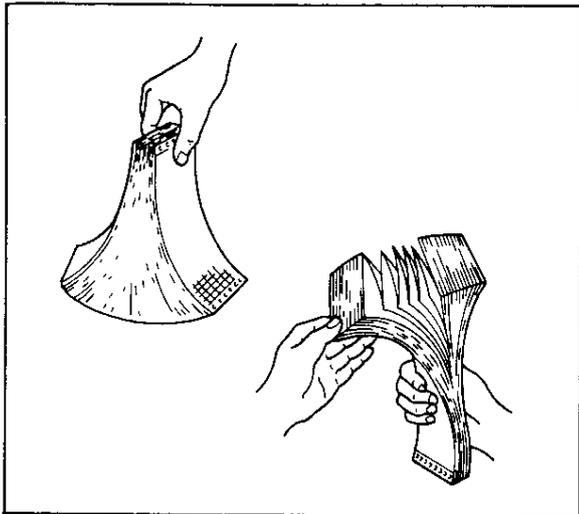

図 5.1
- (1) 記録紙は挿入前に良くさばいておきます (図 5.1)。